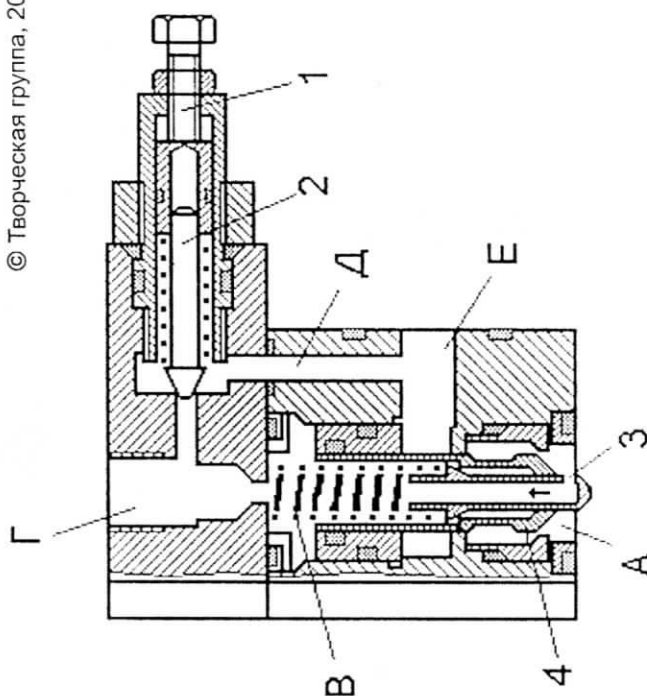

Рисунок 1.19 - Расположение элементов.
**Работа напорного гидроклапана в режиме «Выполнение функции основной гидросистемы» (рисунок 1.19).**